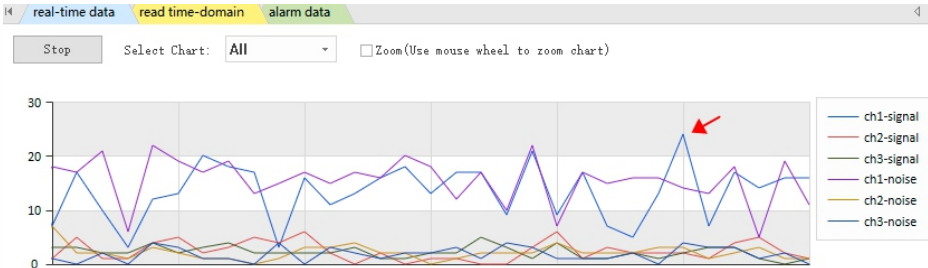

Рисунок 4-2
**17.** Данные в реальном времени (real-time data) отражают уровень шума окружающей среды. Щелкните данные в реальном времени, затем щелкните Monitor будет отображаться кривая уровня окружающего шума в реальном времени (рисунок 4-2).